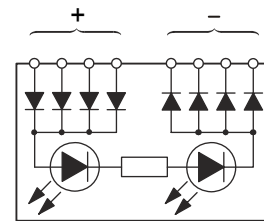

Рис. 6
4. Подключите индикатор в соответствии со схемой соединений (рис. 6).
3. Подключите индикатор в соответствии со схемой соединений (рис. 6).